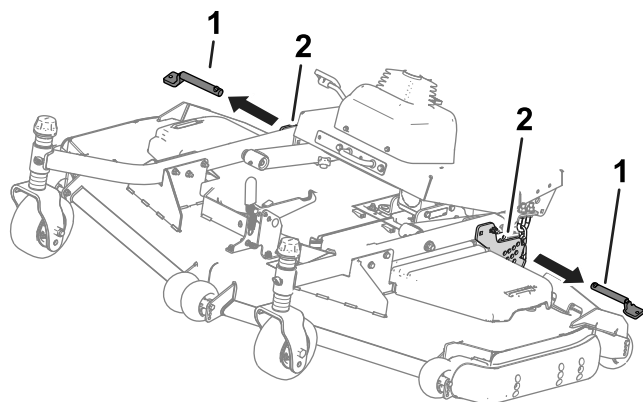

Рисунок 38
4. Извлеките штифты из пластин регулировки высоты скашивания (**Рисунок 38**).